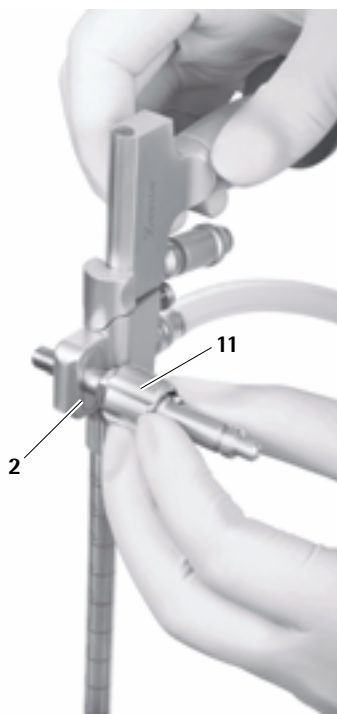

Fig. 18
- Placera fästarmsadaptern 11 valfritt på höger eller vänster sida av så att flänsen passar in i det därför avsedda spåret 2 för fästning av fästarmen, se Fig. 18.